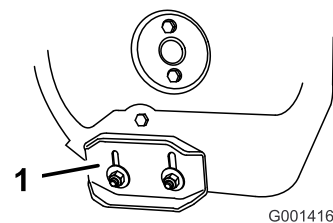

Figure 42
3. Desserrez les écrous de fixation des deux patins aux côtés de la vis sans fin jusqu'à ce que les patins puissent coulisser aisément vers le haut et vers le bas (Figure 42).